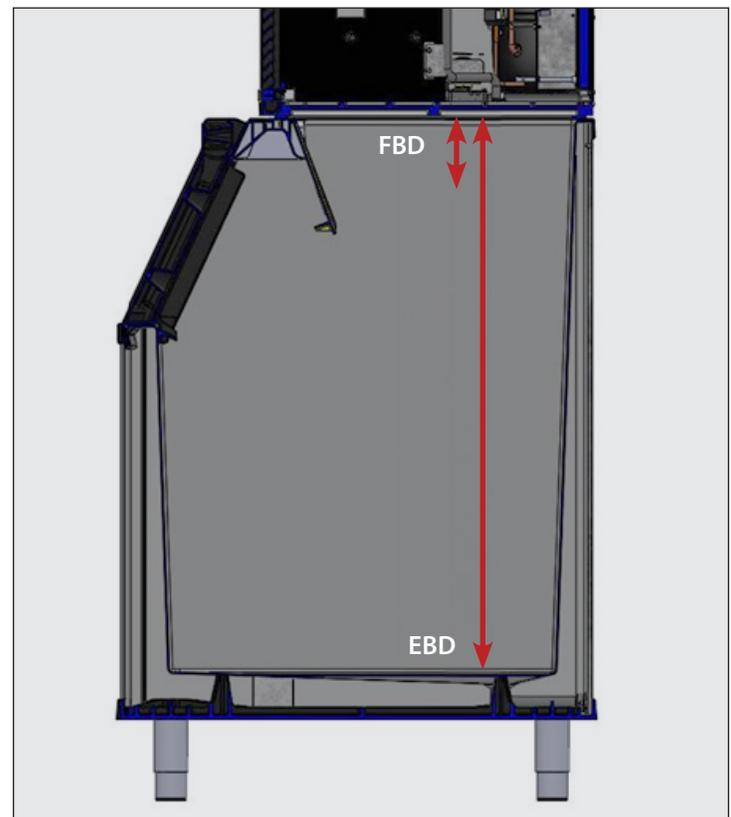

Fig. 1 FBD e EBD.
- La Distanza del contenitore pieno (FBD) è la distanza in centimetri tra il sensore e il ghiaccio quando la macchina entra nello stato di CONTENITORE PIENO con lo smorzatore tenuto giù. Si veda la fig. 1
- La Distanza del contenitore vuoto (EBD) è la distanza in centimetri tra il sensore e il fondo dell'unità di conservazione del ghiaccio. Si veda la fig. 1